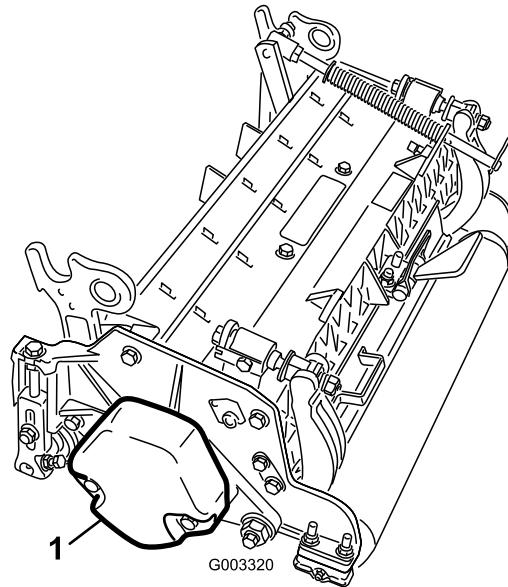

Figura 10
**Nota:** Retire el contrapeso (Figura 10).